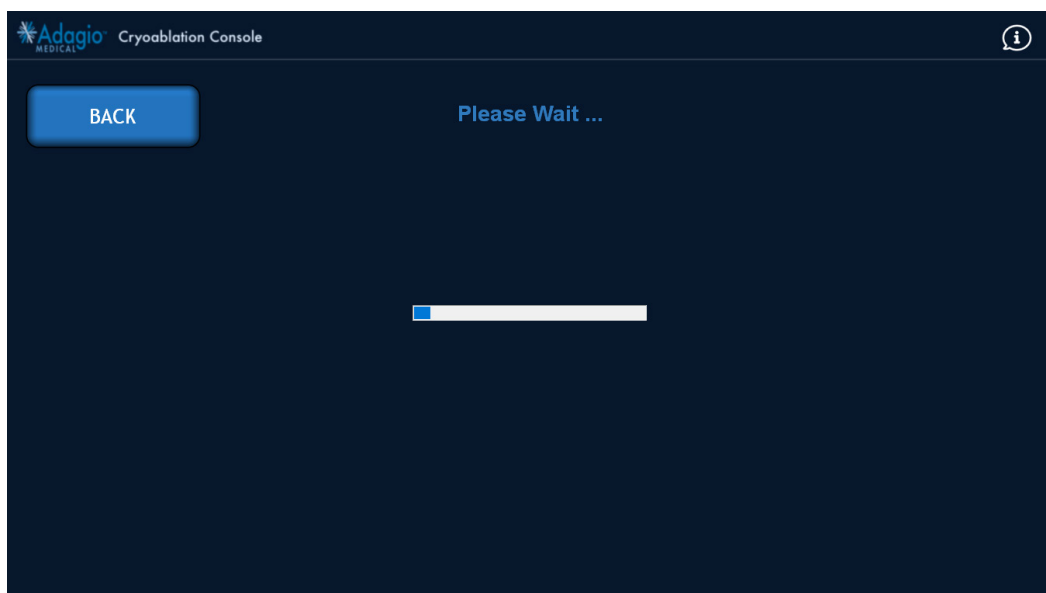

Abbildung 28 – Bildschirmanzeige: Auf den Status der Vakuumpumpe hinweisende Fortschrittsanzeige
- Die auf den Status der Vakuumpumpe hinweisende Fortschrittsanzeige wird als Nächstes eingeblendet (Abbildung 28).